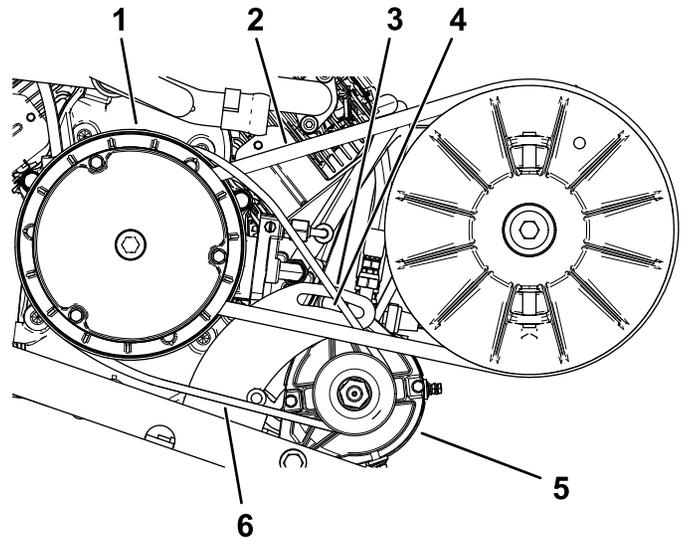

图 70
2. 拧松启动发电机的枢轴螺母 图 70。
4. 向下压撬棍将启动器向下转入槽中直至当施加44N的力量时皮带张紧力仅允许6mm的皮带上压 图 70。
5. 用手拧紧枢轴螺母并取下撬棍 图 70。